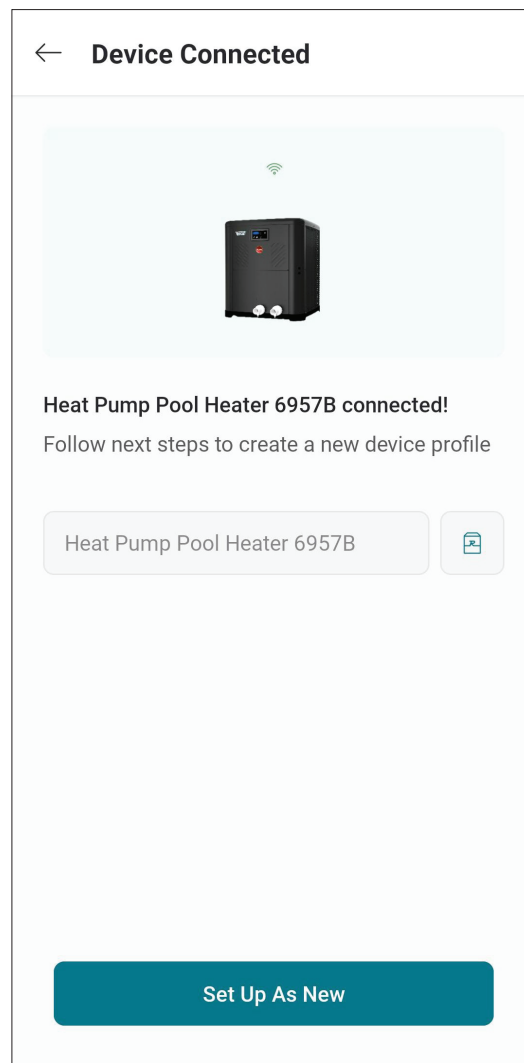

**Figure 87. Configuration de l'appareil**
7. L'application Raymote fournira les identifiants Wi-Fi à votre appareil. Cette opération peut prendre quelques secondes. Voir **Figure 87**.